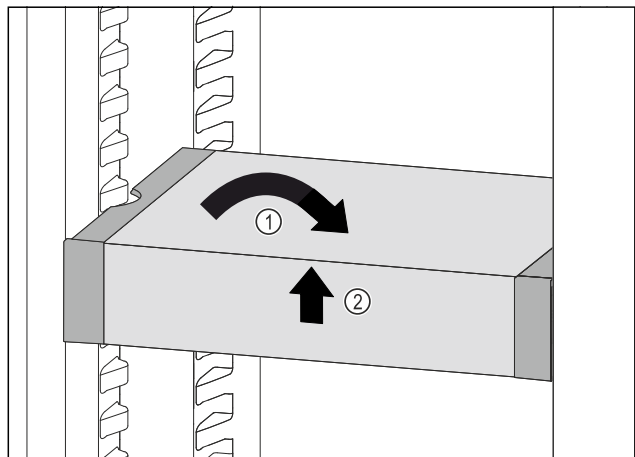

Fig. 100
- ▶ Изправете VarioSafe. Fig. 100 (1)
- ▶ Повдигнете VarioSafe отпред. Fig. 100 (2)